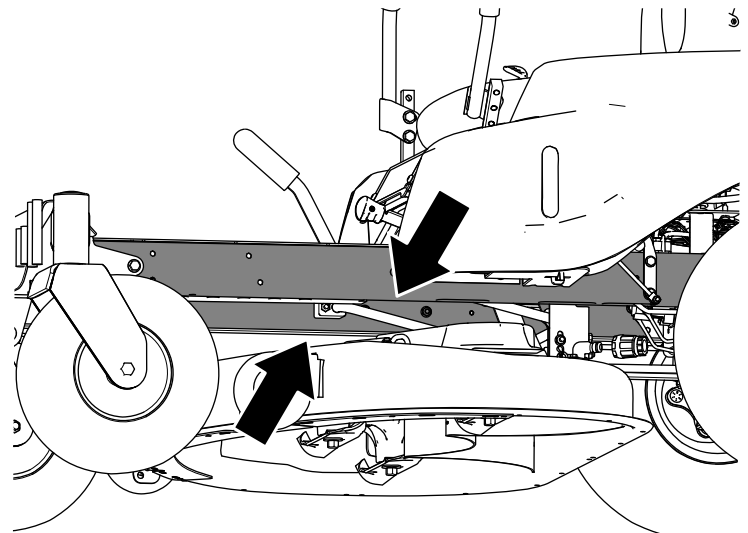

Figura 1
1. Localice los lugares de instalación de los soportes de retención de la carcasa (Figura 1).